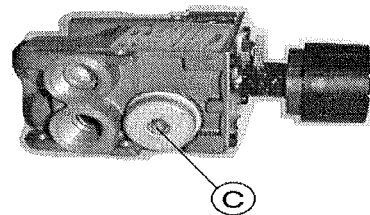

Fig. 5
Con l'apparecchio in funzione agire con un cacciavite sulla vite C del regolatore di pressione (vedi fig.5) fino ad ottenere il valore di pressione all'iniettore come da precedente tabella. Spegner il bruciatore e riavviarlo per ulteriore verifica.
- 4-ruotare completamente in senso orario la vite C (vedi fig. 5) del regolatore di pressione fino al suo fine corsa (così facendo si esclude completamente la funzione del regolatore e la pressione all'ugello principale è pari a quella di alimentazione in rete).